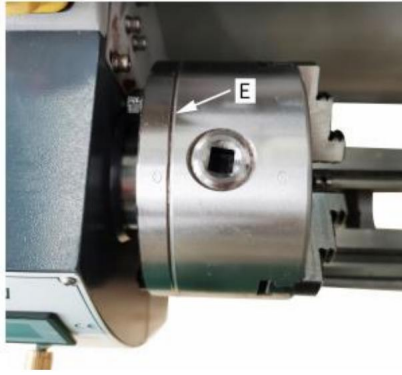

Fig. 26
À l'aide de ce mandrin universel, des pièces rondes, triangulaires, carrées, hexagonales, octogonales et à douze coins peuvent être serrées. (Fig. 26)
Pour le mandrin à 3 mors d'origine monté sur le tour, l'usine a monté le mandrin de la meilleure façon pour garantir la précision de maintien avec deux marques "A" (A) Fig.26 montrées sur le mandrin et la bride du mandrin.